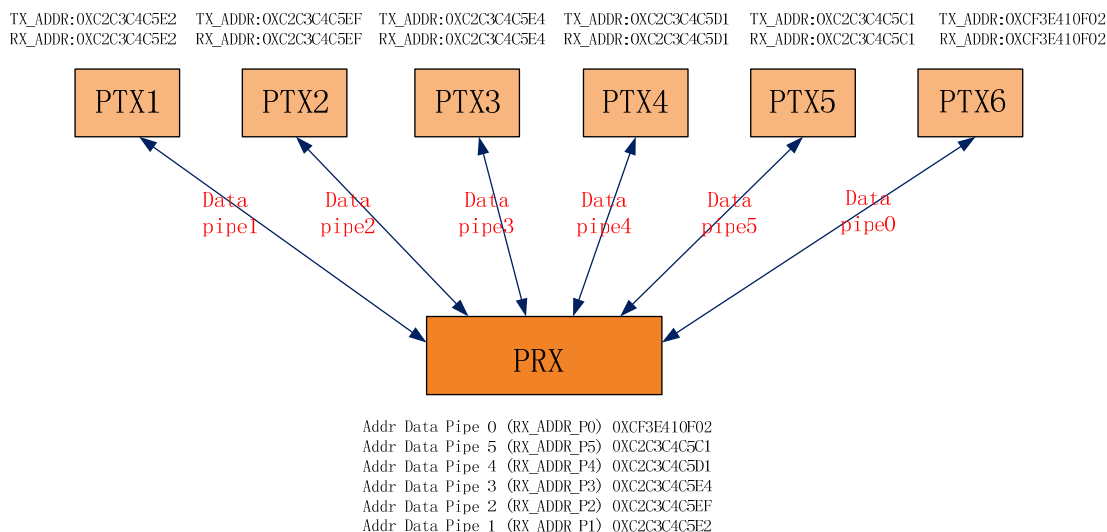

图5 应答地址确定示例
XN297在确认接收到数据后记录发送端地址，并以此地址为目标地址发送应答信号。在发送端，数据通道0被用做接收应答信号，因此，数据通道0的接收地址要与发送端地址相等以确保接收到正确的应答信号。图5给出了PTX和PRX地址如何配置例子。
2、当MCU有数据要发送时，接收节点地址(TX_ADDR)和有效数据(TX_PLD)通过SPI接口写入XN297。发送数据的长度以字节计数从MCU写入TX FIFO。当CSN为低时，数据被不断的写入。发送端发送完数据后，将通道0设置为接收模式来接收应答信号，其接收地址(RX_ADDR_P0)与接收端地址(TX_ADDR)相同。例：在图5中数据通道5的发送端(PTX5)及接收端(RX)地址设置如下：